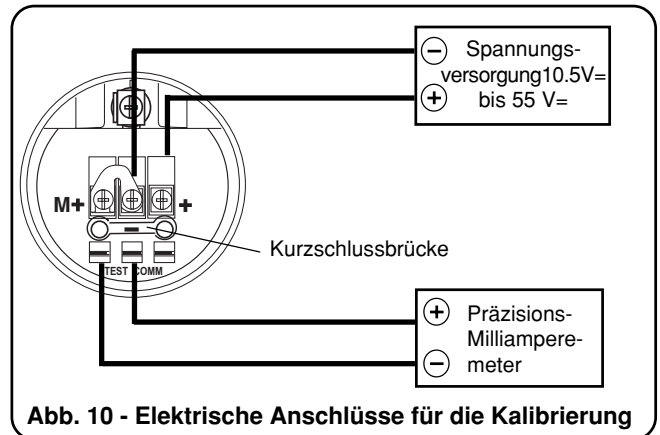

Abb. 10 - Elektrische Anschlüsse für die Kalibrierung
v) Sämtliche in Abbildung 10 gezeigten elektrischen Anschlüsse sind hergestellt.